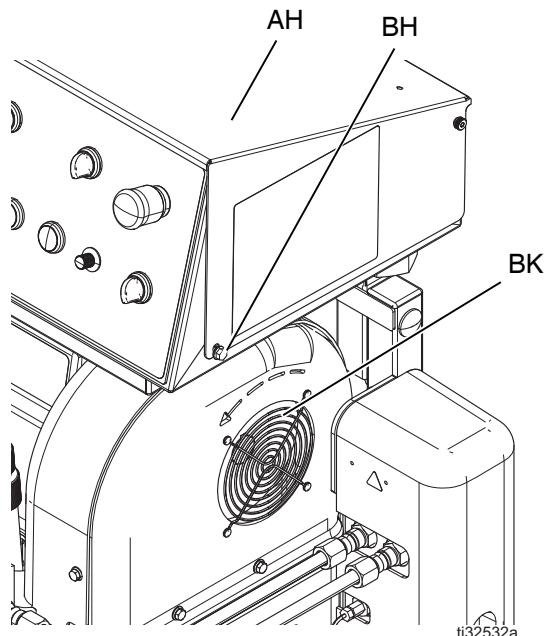

FIG. 7: Rotation du moteur électrique
7. Vérifiez que le ventilateur du moteur électrique (BK) tourne dans le bon sens.
- a. Tournez l'interrupteur d'alimentation principale (CE) sur ON (Marche).
- b. Tournez l'interrupteur d'alimentation de commande (CH) sur START (Démarrage). Tournez l'interrupteur de commande (CL) de la pompe sur NEUTRAL (Point mort).
- c. Tournez l'interrupteur d'alimentation du moteur (CN) sur ON (Marche). Regardez dans quelle direction le ventilateur du moteur électrique (BK) tourne. Voir la FIG. 7.
- a. Tournez immédiatement l'interrupteur d'alimentation du moteur (CN) sur OFF (Arrêt).
- b. Tournez l'interrupteur d'alimentation de commande (CH) sur STOP (Démarrage).
- c. Tournez l'interrupteur d'alimentation principale (CE) sur OFF (Marche).